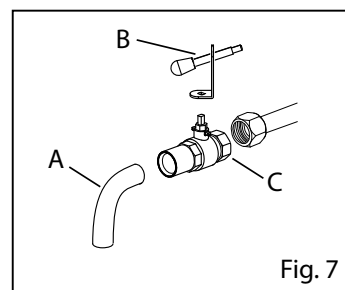

Fig. 7
- Démonter le tuyau d'évacuation (Fig. 7/A).
- Dévisser le système d'évacuation de l'huile (Fig. 7/B).
- Dévisser le robinet (Fig. 7/C).